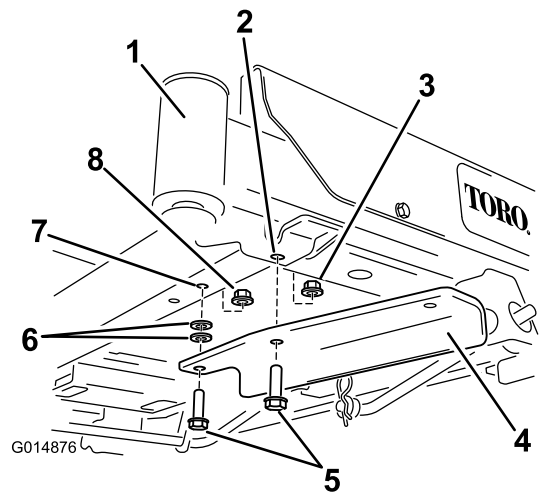

Figura 6
- Per le macchine non dotate di pedale di sollevamento assistito, assicurate la staffa mediante 2 bulloni ($\frac{3}{8}$ " x $1\frac{1}{4}$ "), 2 rondelle e 2 dadi di bloccaggio ($\frac{3}{8}$ ") (Figura 6).